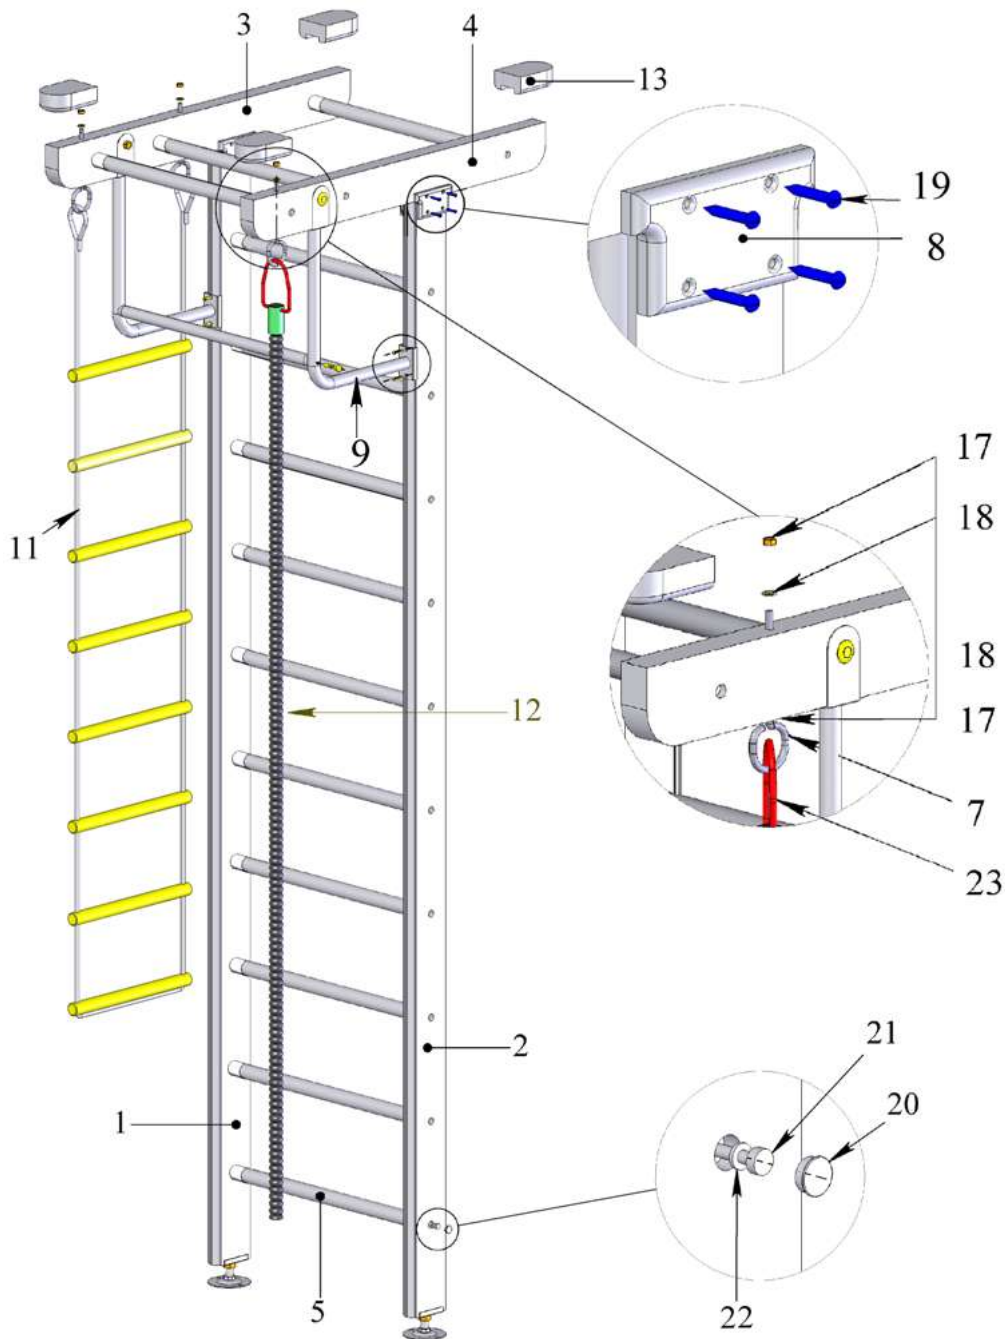

рисунок 1
5.14. Через отверстия в верхних кронштейнах Турника (Рис.1) разметить и просверлить в рамах отверстия диаметром 10 мм